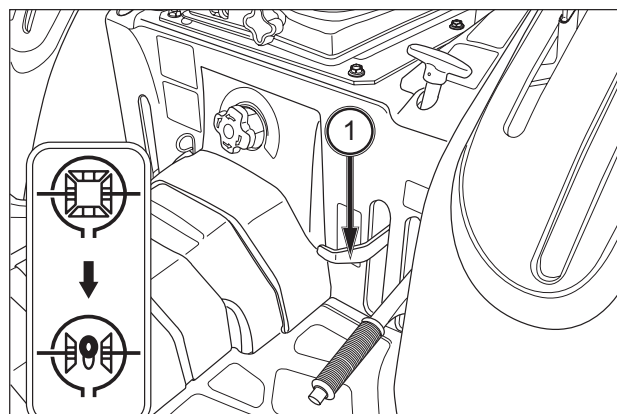

**ABB. 79**
**ABB. 79:** Das Differentialsperrpedal (1) sollte nur im Bedarfsfall verwendet werden, da die Lenkung hierdurch beeinträchtigt wird. Zum Einschalten der Differentialsperre das Kupplungspedal treten und die Hinterräder zum Stillstand kommen lassen. Das Differentialsperrpedal betätigen und langsam einkuppeln. Zum Lösen der Differentialsperre das Kupplungspedal treten. Im Normalfall kehrt das Differentialsperrpedal automatisch in die Stellung AUS zurück.